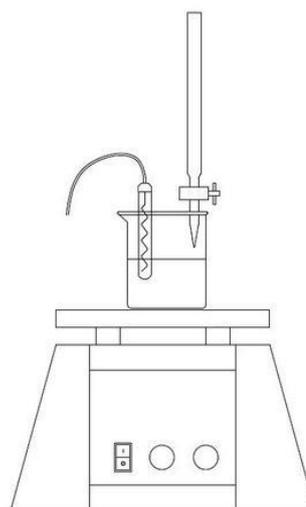

Figura 2 – Arranjo experimental usado na titulação potenciométrica
6. Monte o arranjo experimental conforme mostrado na Figura 2.